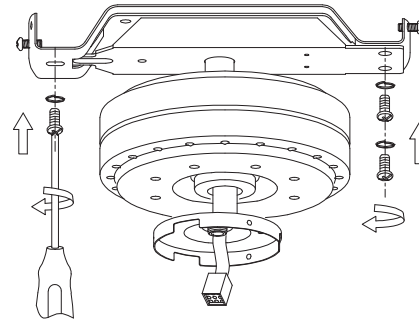

Fig. 6
Étape 3. Après avoir accroché le moteur à la plaque de montage au plafond, fixez le moteur à la plaque de montage au plafond à l'aide des vis et des rondelles. Voir la **Fig. 6**.